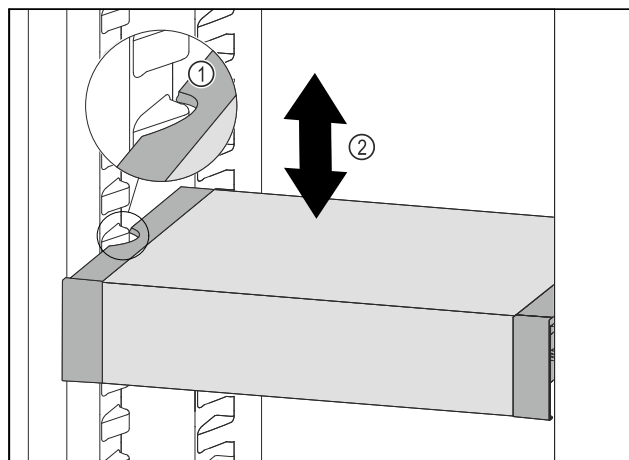

Fig. 91
- VarioSafe ťahajte dopredu, dokým sa bočné vybrania VarioSafe nebudú nachádzať vo výške rebra nádoby v chladničke. Fig. 91 (1)
- VarioSafe v chladničke presúvajte nahor alebo nadol, dokým sa dosiahne požadovaná výška. Fig. 91 (2)